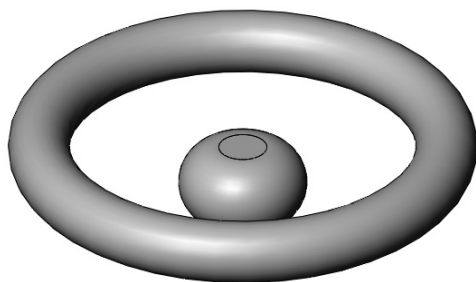

图 5-53 生成旋转体
- [6] 单击【确定】按钮，生成旋转体，如图 5-53 所示。